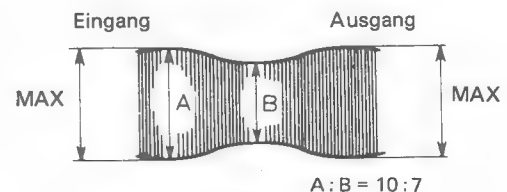

Abbildung 30
5. So einstellen, daß bei einer Verschiebung des Spurlagenreglers (wenn der Spurlagenregler bewegt und A der HF-Wellenform beginnt, abzunehmen) das Verhältnis zwischen A und B in Abbildung 30 besser ist als $A:B = 10:7$.